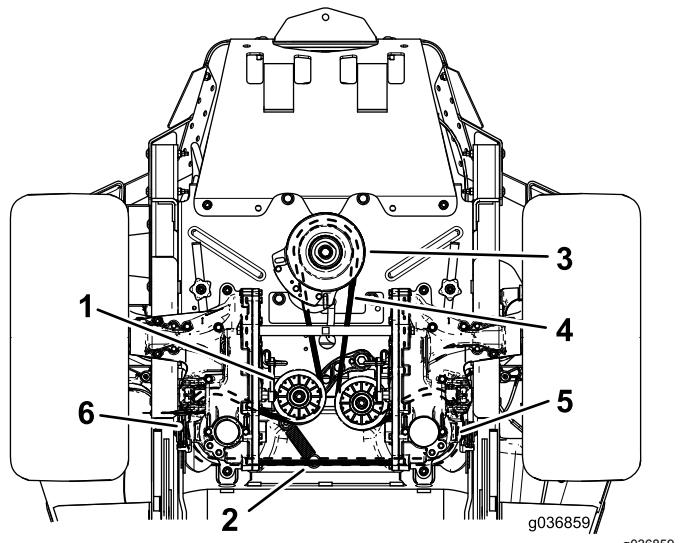

Figure 78
6. Décrochez le ressort de la poulie de tension du tenon (Figure 78).
8. Placez une courroie neuve sur la poulie du moteur et les 2 poulies de la pompe hydraulique (Figure 78).
4. Soulevez la machine sur des chandelles (Figure 78).